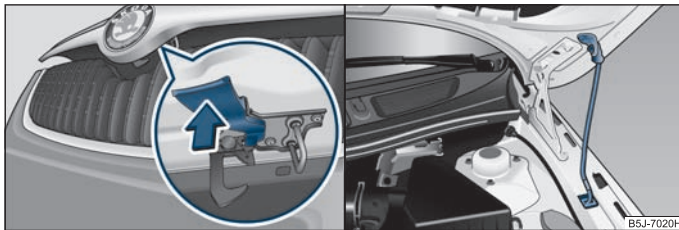

Fig. 135 Grilajul radiatorului: Maneta de siguranță / Asigurarea capotei motorului cu tija de susținere
- Trageți mânerul de siguranță ⇒ fig. 135 și capota motorului se deblochează.
- Ridicați tija din suport din suport și introduceți-o în orificiul prevăzut pentru aceasta ⇒ fig. 135 în partea dreaptă.